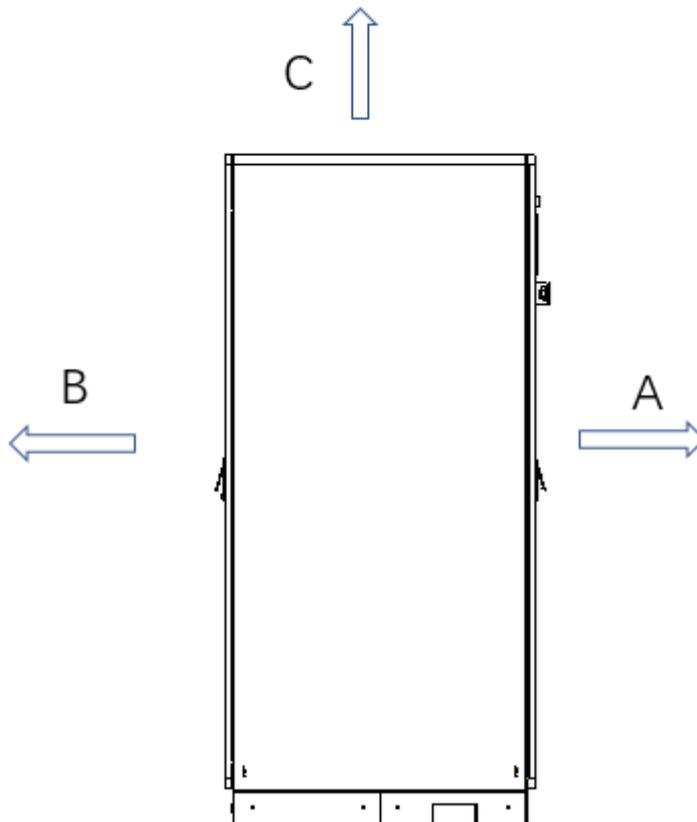

Abbildung 1-5 Anforderungen an Installationsposition für H30-Indoor
- Bei der Installation der H30 Indoor ist darauf zu achten, dass ausreichend Platz für Belüftung, Wärmeabfuhr, Installation und die Wartung vorhanden ist. Siehe Abbildung 1-5 für spezifische Anforderungen.